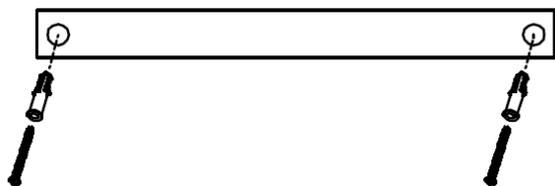

Рис.1
- Используя размерный лист, отметьте на стене, а затем просверлите два верхних отверстия, вставьте в них дюбеля и закрепите винтами (Рис.1).